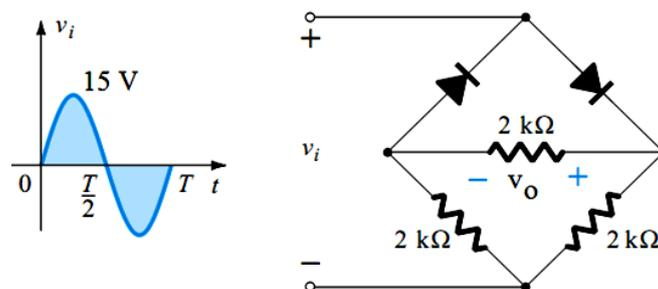

Figura 1.125 – EF 15 – Retificador improvisado (Boylestad e Nashelsky, 2004).
▶▶ EF 15 – Seja o circuito da Figura 1.125, $v_i(t) = 15 \text{ sen } \omega t$, em 1 kHz, um retificador improvisado com apenas dois diodos, ambos de Silício ($V_F = 0,7 \text{ V}$). A carga é resistiva, $R = 2 \text{ k}\Omega$. Pede-se: